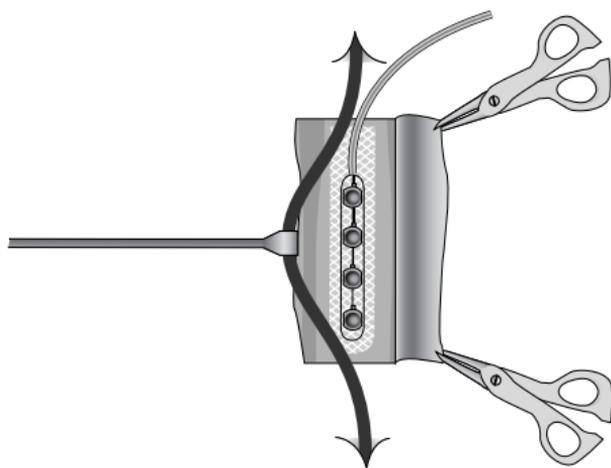

Figure 7. Placer l'électrode sous la partie isolée du nerf et suturer.
4. Placer l'électrode sous la partie isolée du nerf périphérique cible (Figure 7).